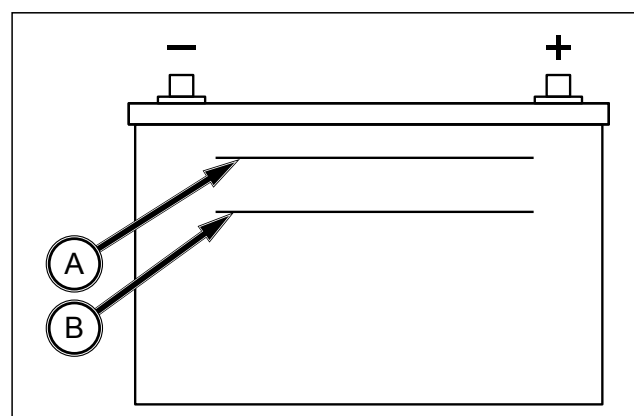

FIG. 112
FIG. 112 : Il faut contrôler l'électrolyte de la batterie. Assurez-vous que le niveau d'électrolyte se situe entre le repère supérieur (A) et le repère inférieur (B). Si le niveau est en dessous du repère inférieur, ajoutez de l'eau distillée.